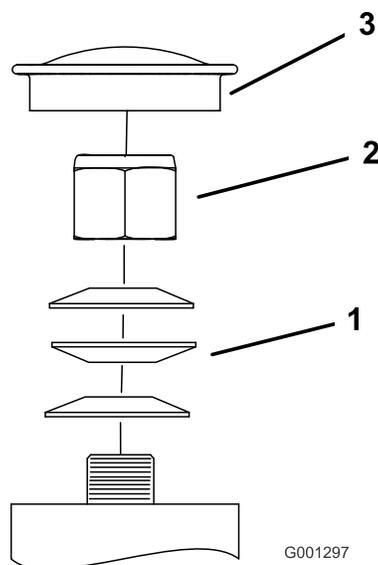

Рисунок 47
3. Снимите пылезащитную крышку с поворотного колеса и затяните контргайку (Рисунок 47).
4. Затягивайте контргайку до тех пор, пока пружинные шайбы не станут плоскими, и затем отверните на 1/4 оборота, чтобы правильно установить предварительную нагрузку на подшипниках (Рисунок 47).
- Внимание:** Убедитесь, что пружинные шайбы установлены правильно, как показано на Рисунок 47.
5. Установите пылезащитную крышку (Рисунок 47).